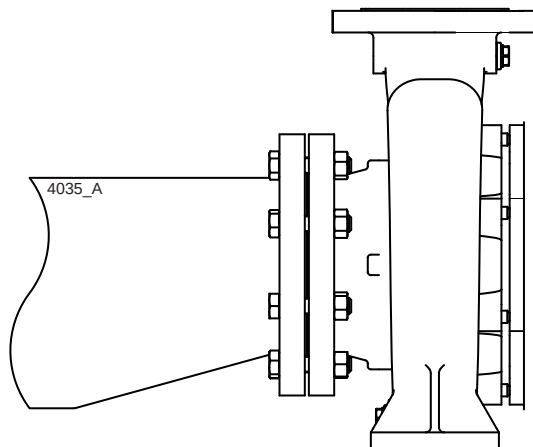

Bild 11: Excentrisk reduktion till inloppsfläns.
- Sugledningens tvärsnitt måste vara väl tilltaget. Denna ledning måste vara så kort som möjligt och dras till pumpen så att inga luftfickor kan bildas. Om detta inte är möjligt, måste en avluftningsmöjlighet anordnas på den högsta punkten. Om sugledningen har ett större tvärsnitt än pumpens suganslutning, måste en excentrisk reducering monteras, så att ingen virvelbildning kan uppstå. Se bild 11.